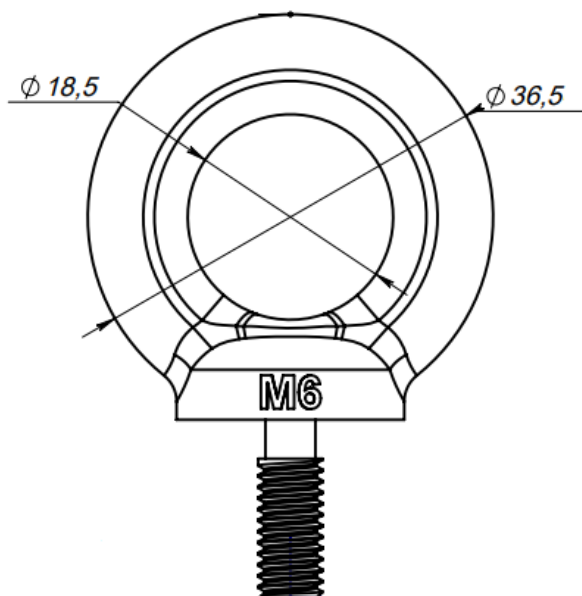

Рис.1
1. Подвесить светильник, используя рым-болт, установленный на корпусе светильника (рис.1), к опорной поверхности.